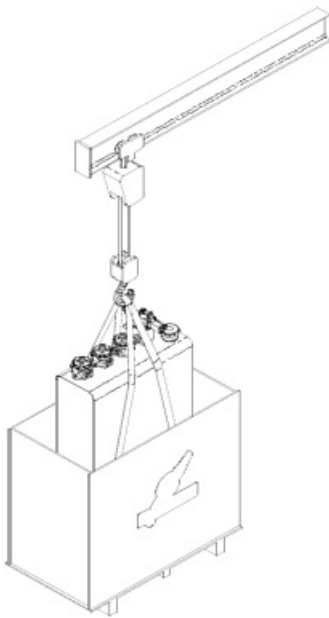

Figura 1 – Manuseio do kit hidráulico MINERALE
Por tratarse de un producto con peso considerable, el mismo requiere que sea manoseado con los debidos equipos de seguridad, con la finalidad de evitar riesgos de accidentes. El kit hidráulico MINERALE debe ser retirado del envase con la ayuda de un aparejo eléctrico y cinta de carga, conforme lo mostrado en la figura 1.
- Monte y apriete el conjunto de manguera de retorno ítem 29 en el adaptador ítem 30, observando en la figura 1 en cuál de los filtros debe ser montado el conjunto de manguera ítem 29.